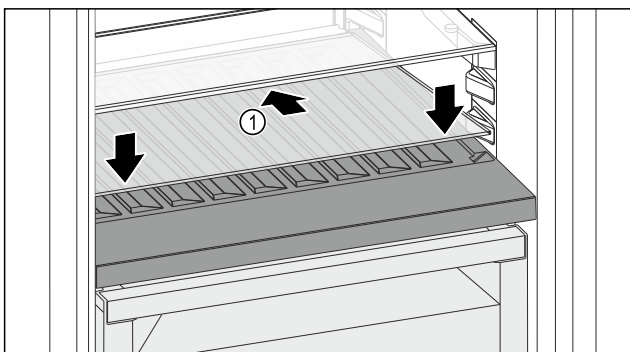

Fig. 185
- ▶ Вставьте стеклянную пластину *Fig. 185 (1)* наискосок и с уклоном назад вниз.
- ▶ Опустите стеклянную пластину *Fig. 185 (1)* спереди.